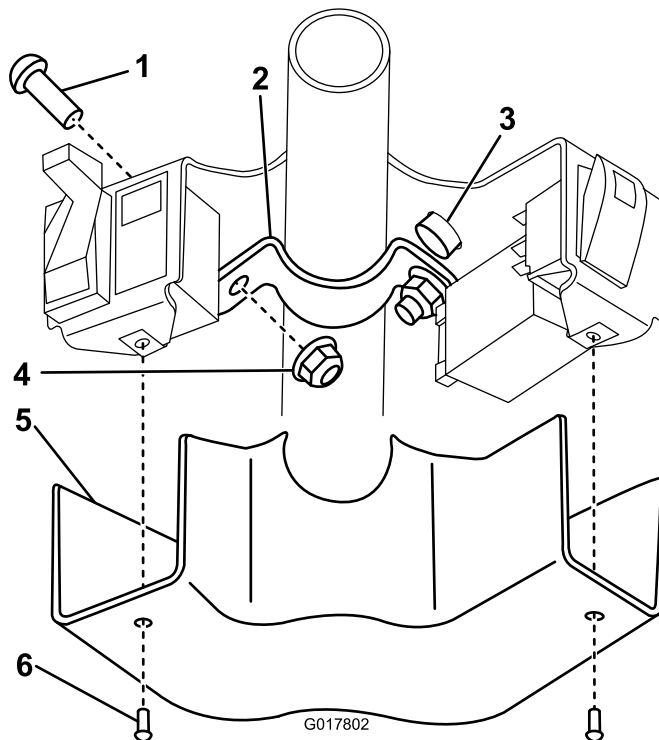

Рисунок 10
5. Вставьте заглушку в отверстие в верхней части рулевой колонки (Рисунок 10).
6. Установите этот узел на рулевую колонку, используя монтажный кронштейн рулевой колонки, два вагонных винта и две гайки с фланцами (Рисунок 10).
8. Установите кожух рулевой колонки с помощью двух оставшихся винтов (№ 10-24 x 1/2 дюйма) (Рисунок 10).